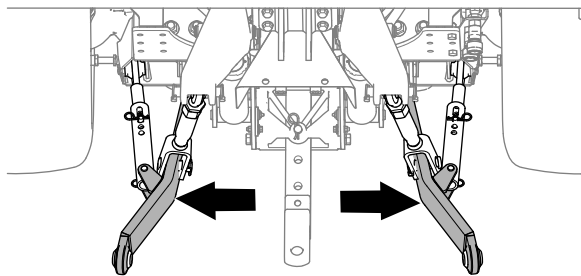

图15
2. 将下连杆臂图15调整至完全向外请参阅主机《操作员手册》。